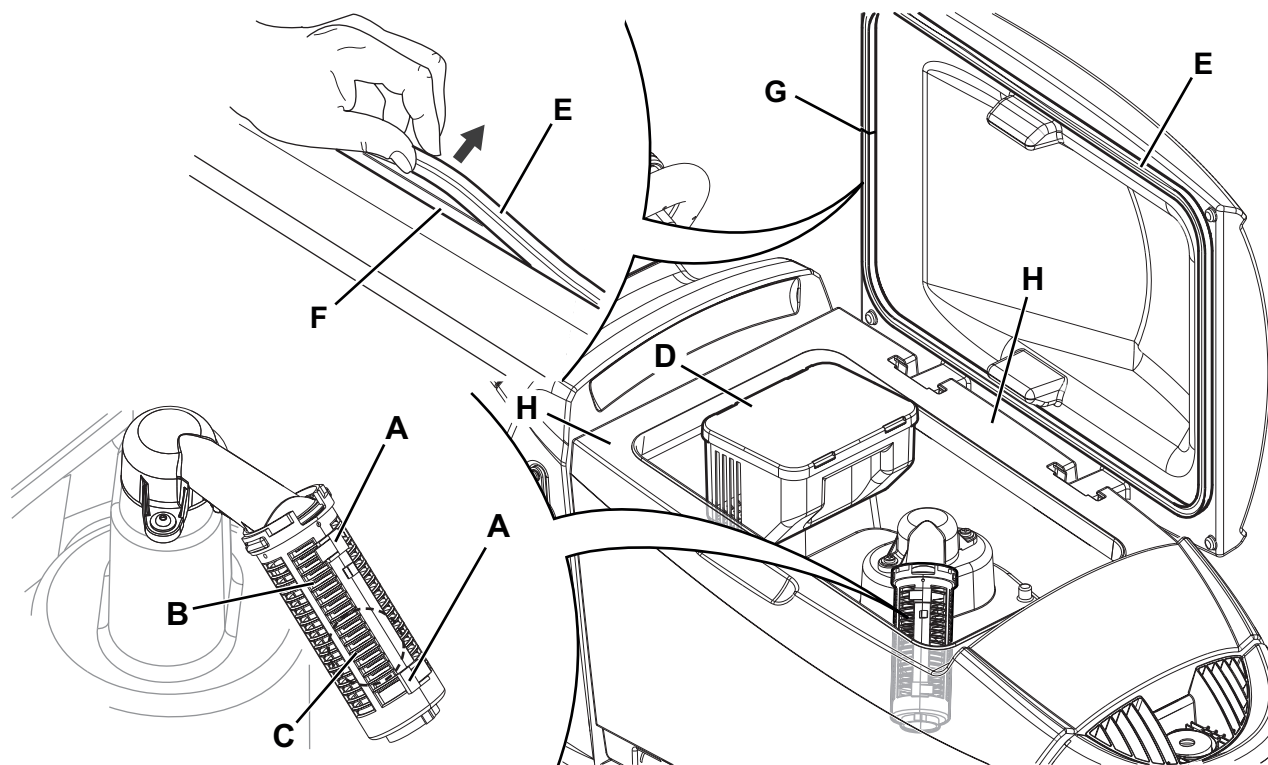

Abbildung 13
2. Sicherstellen, dass das Gerät ausgeschaltet und der Bedienerschlüssel (51) herausgezogen wurde.
3. Deckel (34) anheben.
4. Das Tankinnere (33) und den Deckel reinigen und mit sauberem Wasser waschen.
5. Durch das Ablaufrohr (12) das Wasser aus dem Tank ablassen.
6. Sauggitter (31) reinigen, Haltevorrichtungen (A, Abb. 13) lösen, Gitter (B) öffnen und Schwimmer (C) entnehmen. Sorgfältig reinigen und wieder einbauen.
7. Den Schmutzfangkorb (D) ausbauen und dessen Deckel öffnen, dann sorgfältig reinigen und wieder am Ansaugrohr anbringen.
8. Die Unversehrtheit der Deckeldichtung (E) des Tanks prüfen.